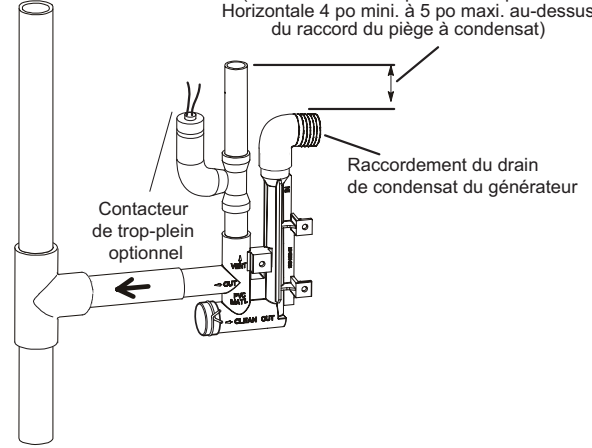
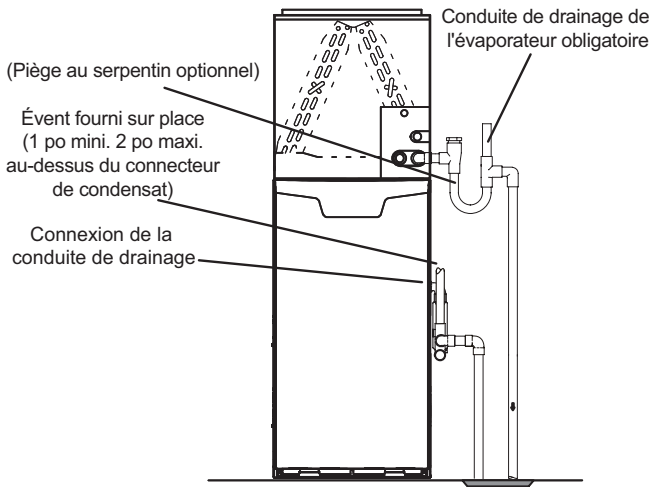
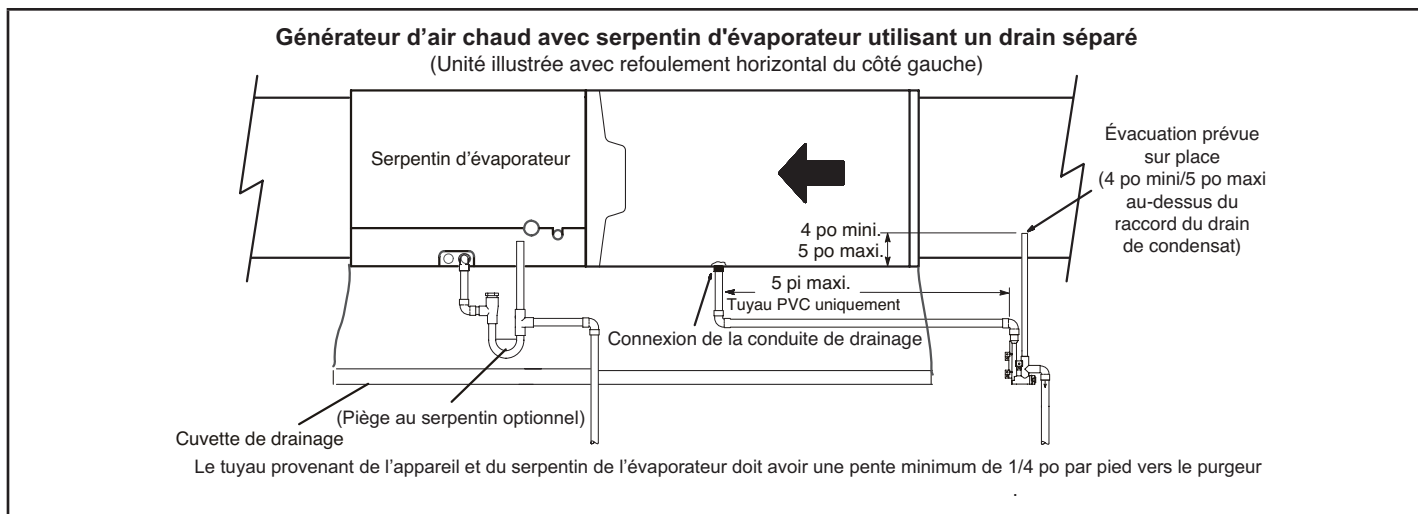
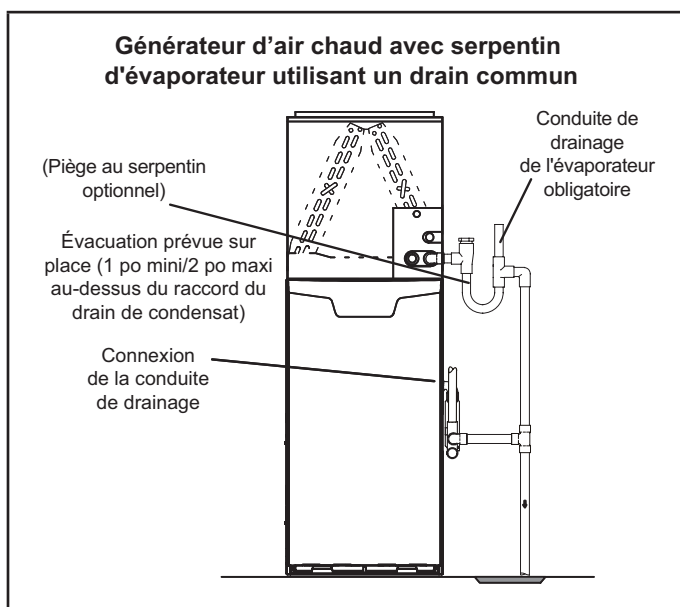

Figure 50
Figure 49
Figure 51
Figure 52
- 5 - La Figure 49 et la Figure 51 montrent l'appareil et le serpentin d'évaporateur utilisant un drain séparé. Si nécessaire la conduite de condensat de l'appareil et celle du serpentin d'évaporateur peuvent s'écouler ensemble. Voir la Figure 50, la Figure 52 et la Figure 53. **Circulation ascendante** (Figure 52) - L'évacuation fournie sur place doit avoir une longueur comprise entre 1 po minimum et 2 po maximum au-dessus du raccord de sortie du drain de condensat. Toute longueur supérieure à 2 po peut provoquer la submersion de l'échangeur de chaleur si la conduite de vidange principale combinée était obstruée. **Circulation horizontale** (Figure 53) - L'évacuation fournie sur place doit avoir une longueur comprise entre 4 po minimum et 5 po maximum au-dessus du raccord de sortie du drain de condensat. Toute longueur supérieure à 5 po peut provoquer la submersion de l'échangeur de chaleur si la conduite de vidange principale combinée était obstruée.